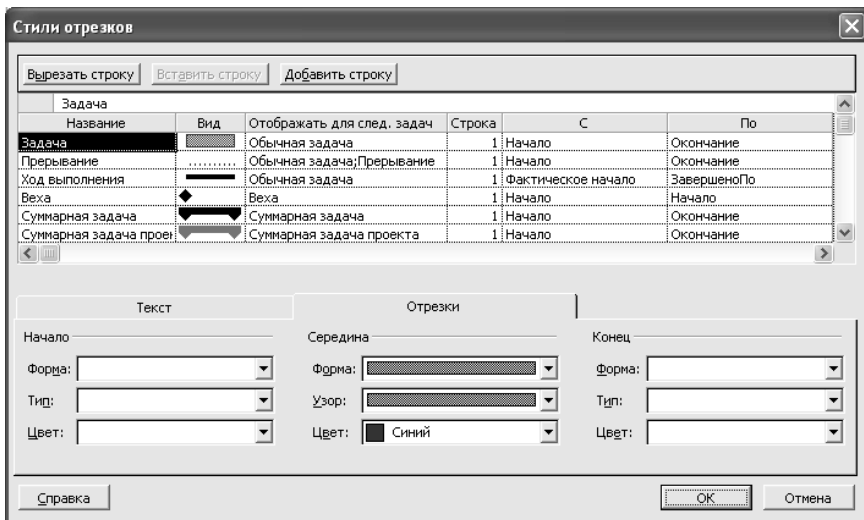

Рис. 34. Форматування діаграми Ганта
2. У меню **Формат** виберіть команду **Стилі відрізків**. З'явиться вікно **Стилі відрізків** (рис. 34).